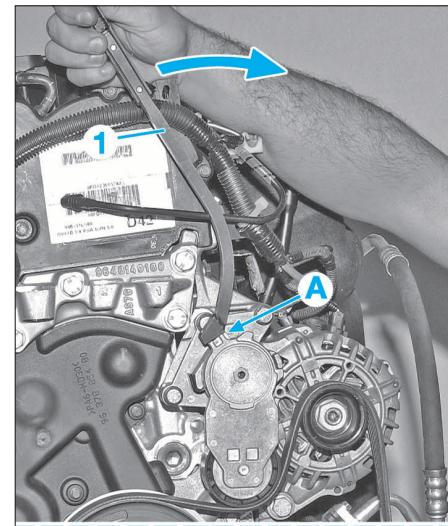

FIG. 32
- Agir sur le galet tendeur à l'aide de l'outil (1) ou équivalent et d'une clé hexagonale jusqu'à la mise en place d'une pique de diamètre 4 mm dans le trou de pigeage A (Fig.32).